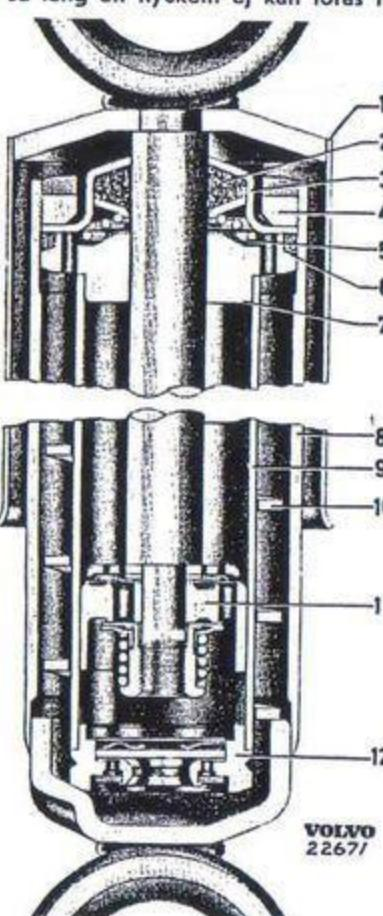
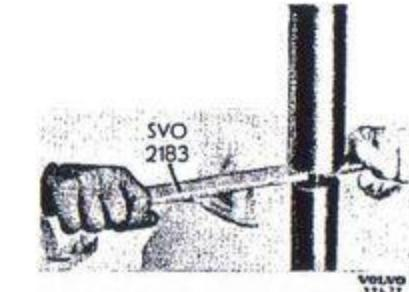

Bild 146. Stötdämpare.
Bild 147. Isärlagning av stötdämpare.
- Dra ut stötdämparen och lossa rundmultern (4 bild 146) med nyckel SVO 2183 (bild 147). År dammskyddskåpan så lång att nyckeln ej kan föras in, får kåpan kapas i erforderlig mån (ca 12 mm).
- Lyft ut arbetscylindern (9), vänd den om och knacka loss ventilen (12). Töm ut oljan ur de båda cylindrarna.
- Dra loss arbetscylindern från locket (7). Lossa muttern för kolven (11) och ta bort kolv med ventiler. Ta bort gummiläfning (2) och övriga delar från kolvstången.
- Skjut yttercylinern (8 bild 146) över arbetscylindern. Tryck yttercylinern lätt mot botten och vrid den medurs så att den skruvas på rund-